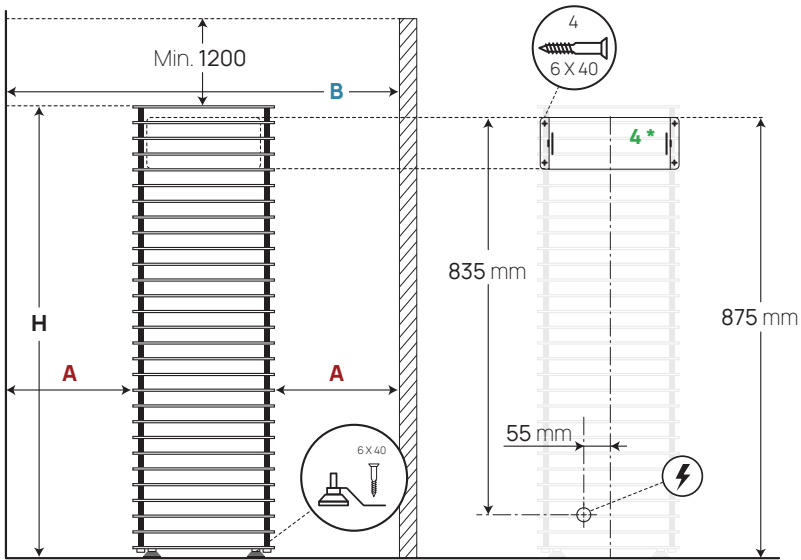

Abbildung 1. Einbauen des Saunaofens
- Überprüfen Sie, ob an der Einbaustelle des Saunaofens die minimalen Sicherheitsabstände eingehalten worden sind? Die minimalen Sicherheitsabstände der Decke der Schwitzstube und der Wände finden sie in der **Tabelle 1** und in der **Abbildung 1**.
- **Die Modelle HUUM CLIFF 6, 9 und 11** werden mit den mitgelieferten Halterungen am Boden befestigt. Montieren Sie die Halterung wie in der Abbildung 1 gezeigt am Fuß des Saunaofens und befestigen Sie sie es mit einer für Ihren Fußboden entsprechenden Schraube (zu empfehlen mindestens 6 x 40 mm).
- **Der HUUM CLIFF Mini 4** Saunaofen ist an die Wand des Saunaraumes mit Hilfe der in der Verpackung mitgelieferten Wandmontageplatte befestigt. Siehe **Abbildung 1**.